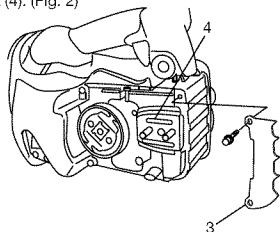

Fig. 2
\*Si vous devez monter la griffe (3) : démontez d'abord la plaque de guidage A (4). Puis montez la griffe (3) (le cas échéant) sur l'appareil à l'aide des deux vis. Ensuite, remontez la plaque de guidage A (4). (Fig. 2)